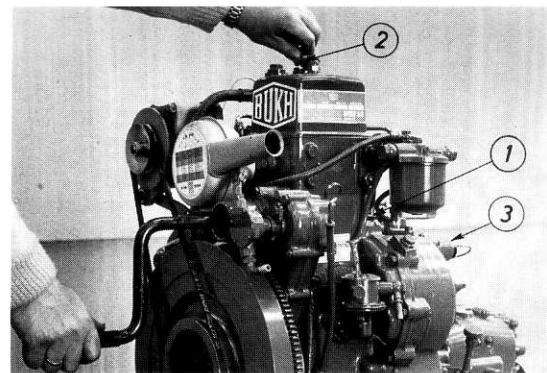

Fig. 9
2. Ventiløfteren sættes i funktion ved at dreje håndtaget på ventildækslet helt mod højre (fig. 9, pkt. 2).